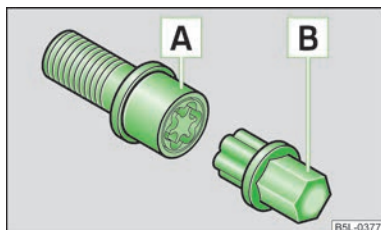

Fig. 151
- Introduceți adaptorul **[B]** » fig. 151 cu partea zimțată până la limită pe dantura interioară a șurubului antifurt **[A]**, astfel încât să se mai vadă doar partea sa hexagonală.